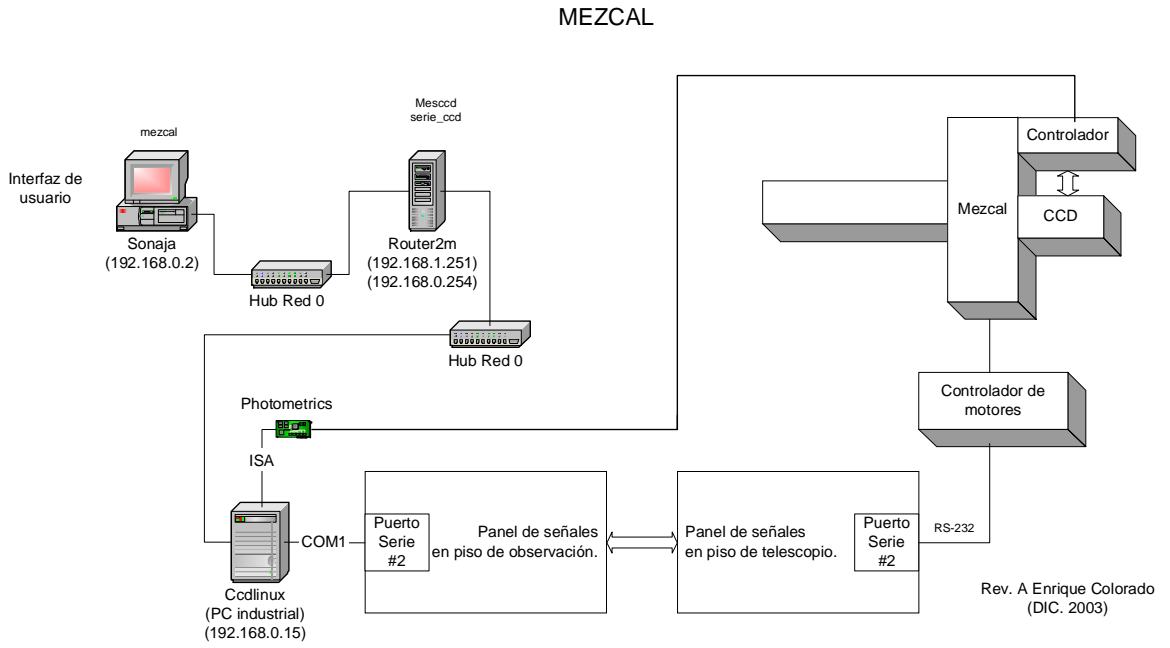

Figura 1.- Diagrama general de conexiones.
2. Sujetar el instrumento de su base, utilizando la grúa y además poner tensores para que no se flexione en sus extremos. Nunca hacer esfuerzo sobre el extremo del brazo del espectrómetro que termina en una caja cuadrada, pues ahí se localiza la rejilla de difracción. Ver Figura 1.
4. Al subir el instrumento con la grúa a la plataforma, cerciorarse de que esté se encuentre balanceado utilizando un nivel. La orientación de instalación por omisión se muestra en la Figura 1, esta será siempre ya con el brazo del instrumento hacia el Oeste y el lado del contrapeso hacia el este. Esta orientación del instrumento E – O implica que la rendija queda orientada N – S.
A continuación se describen las conexiones eléctricas necesarias para operar el instrumento, usar la figura 1 como guía general de instalación.